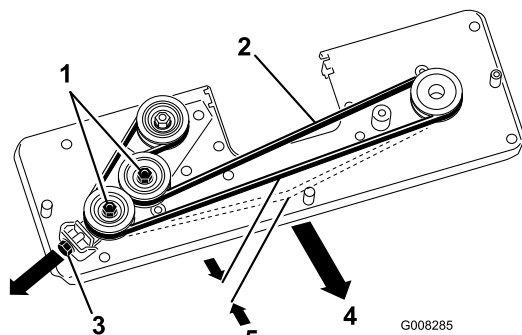

Bild 36
4. Lösen Sie die zwei Sechskantmutter auf der Antriebsscheibe (Bild 36).
5. Stellen Sie die M10-Mutter so ein, dass sich der Riemen 5 mm mit einer Spannung von 30 N bewegt (Bild 36).